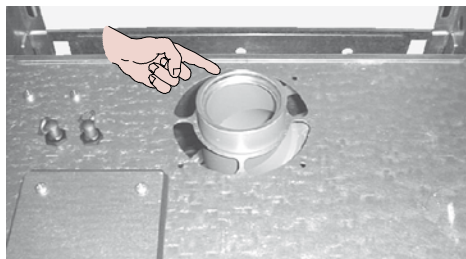

Figura 5.9
Il diaframma va posizionato come in Figura 5.9.
**Il diaframma deve essere inserito o rimosso seguendo le indicazioni fornite in questo capitolo. Il diaframma va posizionato come in Figura 5.9.**